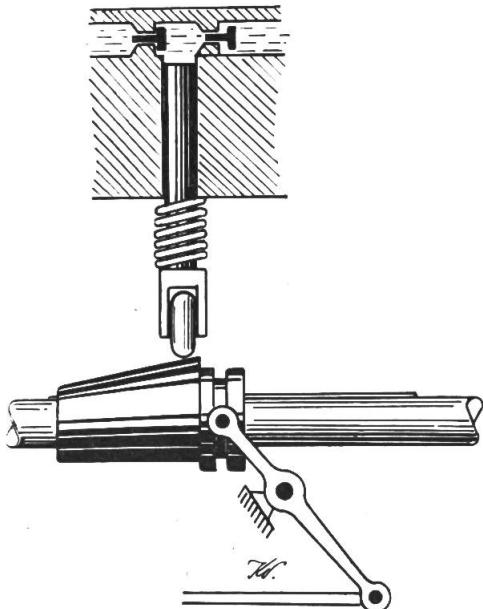

Abb. 107
Auf deutschen Schleppern wird für den Pumpenantrieb vielfach ein **Schrägnocken** verwendet, der achsial verschiebbar ist. Durch seitliche Verschiebung des Nockens kann der Kolbenhub und mit ihm die Einspritzmenge verändert werden. Abbildung 107 zeigt die schematische Darstellung einer solchen Pumpe. In Wirklichkeit sind die Nocken nur sehr klein, wie die in Abbildung 108 sichtbaren, wo sie mit dem Fliehkraftregler direkt verbunden sind. Diese Pumpenbauart hat den Vorteil, dass sie einfach ist und dem Landwirt daher oft erlaubt, Störungen selbst zu beheben. Man trifft dieses Pumpensystem meistens an Ein- und Zweizylindermotoren mit grossen Zylindern.
- Abb. 107: Schematische Darstellung einer Dieseleinspritzpumpe mit Schrägnocken. Je mehr der Nocken nach rechts verschoben wird, desto geringer wird der Kolbenhub und damit die Treibstoffförderung.